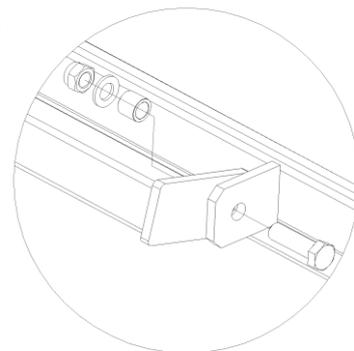

Fig.6.1
6. Monte el gancho de remolque 4 en la máquina mediante los tornillos, tuercas y casquillos que se han suministrado (Fig.6.1).